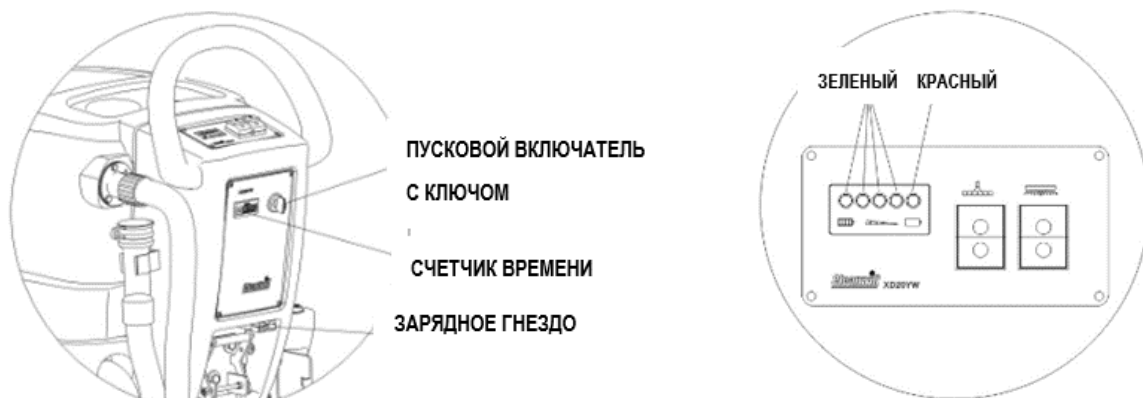

Рисунок 2
2. Вставьте ключ в пусковой выключатель и поверните в положение "1" (см. рис. 1) и проверьте уровень заряда аккумулятора. Не следует начинать работу, пока не загорится зеленый индикатор (см. рис. 2), указывающий на высокий уровень заряда аккумулятора.